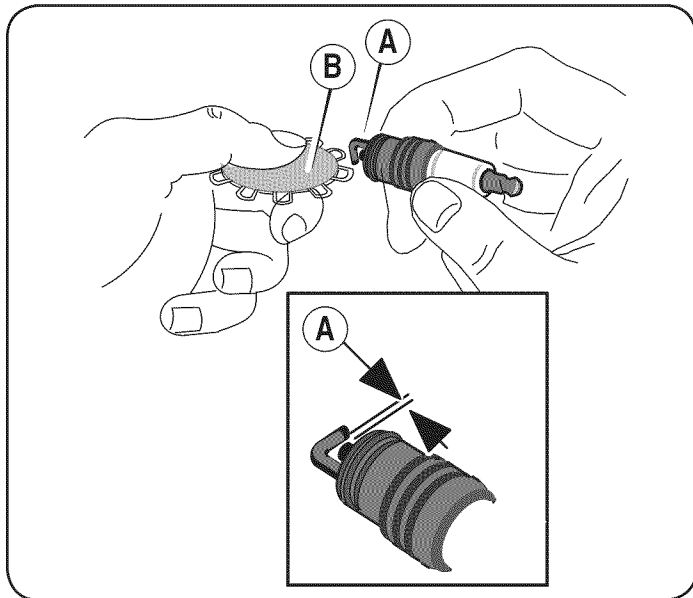

Figura 16
2. Compruebe el entrehierro (A, Figura 16) con un calibre de alambre (B). Si es necesario, reajuste el entrehierro. Instale y apriete la bujía al par de apriete recomendado. Para el ajuste del entrehierro o el par de apriete, consulte la sección de Especificaciones.